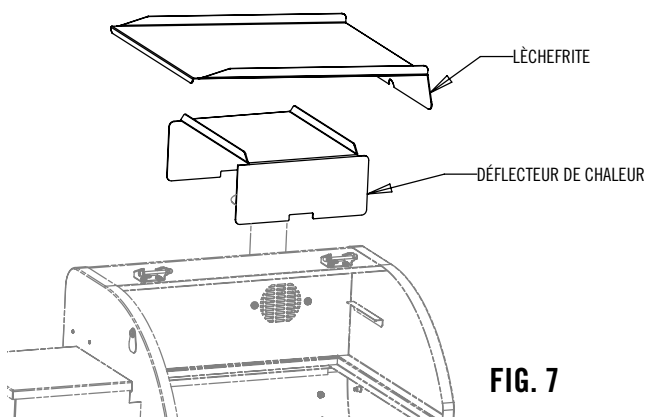

FIG. 7
1. Monter le déflecteur de chaleur et la lèchefrite comme indiqué aux Fig. 7 et 8.